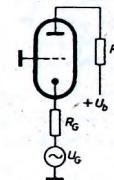

Bild 3. Vollständige Prinzipschaltung der Gitterbasisstufe mit Generatorinnenwiderstand R_G
einen Innenwiderstand hat. Bild 3 zeigt die ergänzte Schaltung mit dem Generatorinnenwiderstand R_G . Zwischen R_G und dem Röhreingangswiderstand R_e findet eine Spannungsteilung statt, die berücksichtigt werden muß. Bezogen auf die Generatorenspannung (oder -EMK) U_G , ist die Ausgangsspannung
Dieses Ergebnis war auf Grund von Bild 3 zu erwarten. Es bestätigt die Richtigkeit des in Gl. (13) gefundenen Wertes für k .